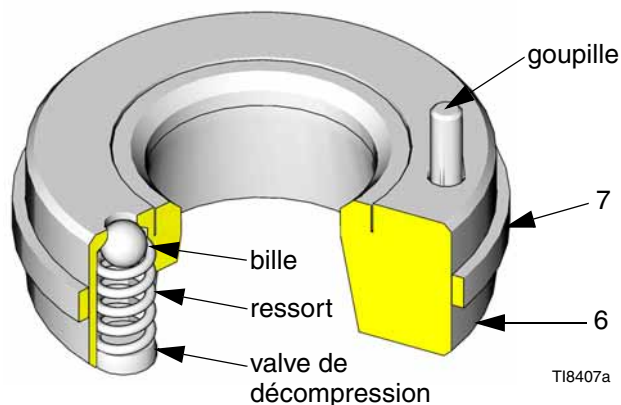

FIG. 5
- Installez le siège d'entrée de la vanne de décompression (6) du côté gauche du boîtier du bas de pompe (11), comme indiqué dans la FIG. 8. (Le texte intégré dans le boîtier du bas de pompe permet d'identifier le bon emplacement du siège de la vanne de décompression.) La goupille (P) située sur le siège doit pénétrer dans le boîtier. La goupille assure le bon positionnement du siège pour que l'évent (V) ne soit pas bloqué par un élément du boîtier. Consultez la FIG. 5.